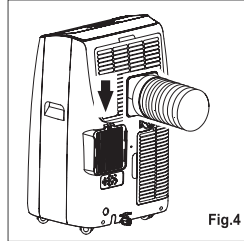

Fig.4
3. Conecte la toma de la manguera al aparato (Fig. 4).